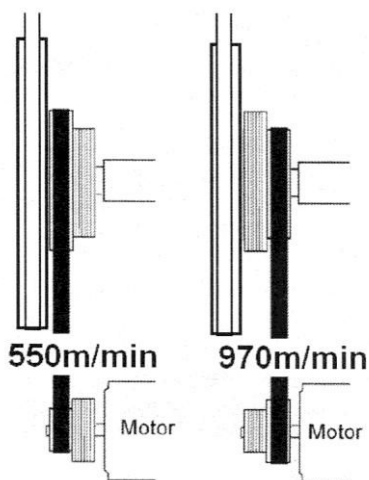
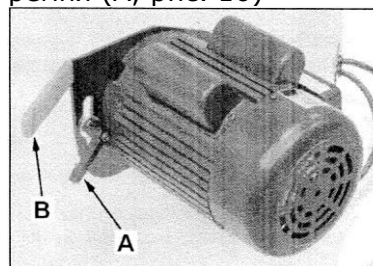

Рис. 15
Рис. 16
7.5 Регулировка скорости движения ленточного полотна (JWBS-18Q, JWBS-20Q) (рис. 15).
Изменение скорости движения полотна (рис. 16)
Отключите станок от источника эл. питания. Ослабьте ручку, регулирующую натяжение ремня (А, рис. 16)
Возьмитесь за ручку (В, рис.16), приподнимите её вверх и другой рукой закрутите ручку (А, рис.16). Переставьте ремень на шкивах (рис. 15) , затем снова ослабьте ручку (А, рис.16). Ручку (В, рис.16) надавите вниз с небольшим усилием и не отпускайте пока другой рукой не закрутите ручку (А, рис.16)